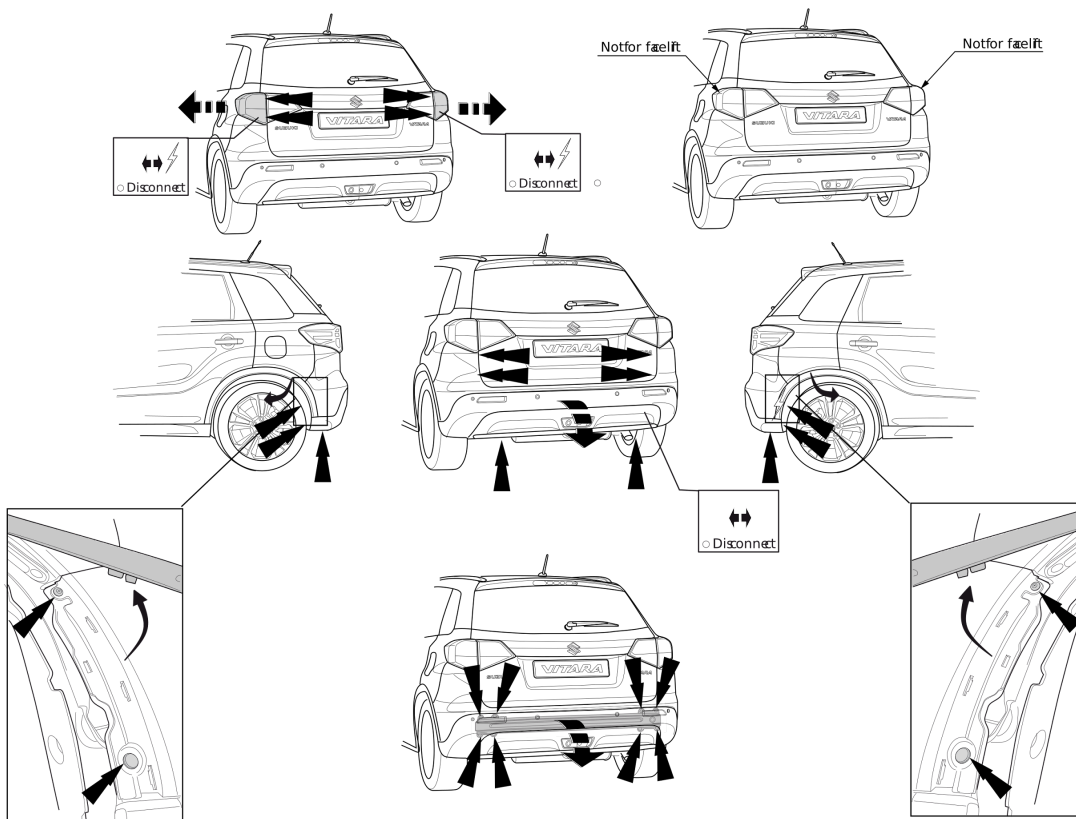

Fig. 1
1. Снять оба блока задних фар. Снять бампер вместе, включая кронштейн бампера и буферным брусом автомобиля. Буферный брус больше не понадобится. См. рисунок 1.